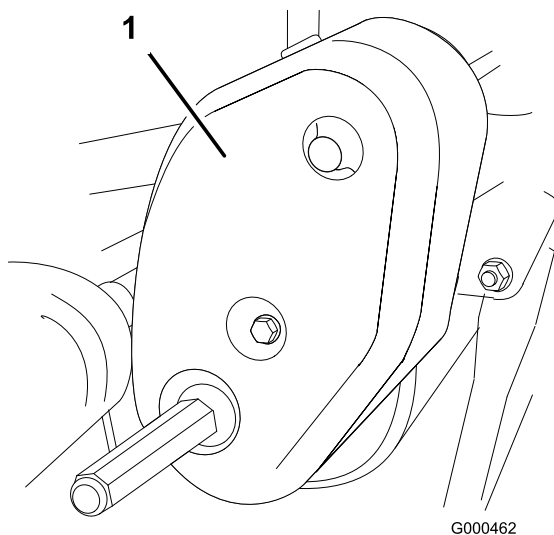

Figura 41
1. Togliete i dispositivi di fissaggio del paracinghia e il paracinghia per accedere alla cinghia (Figura 41).